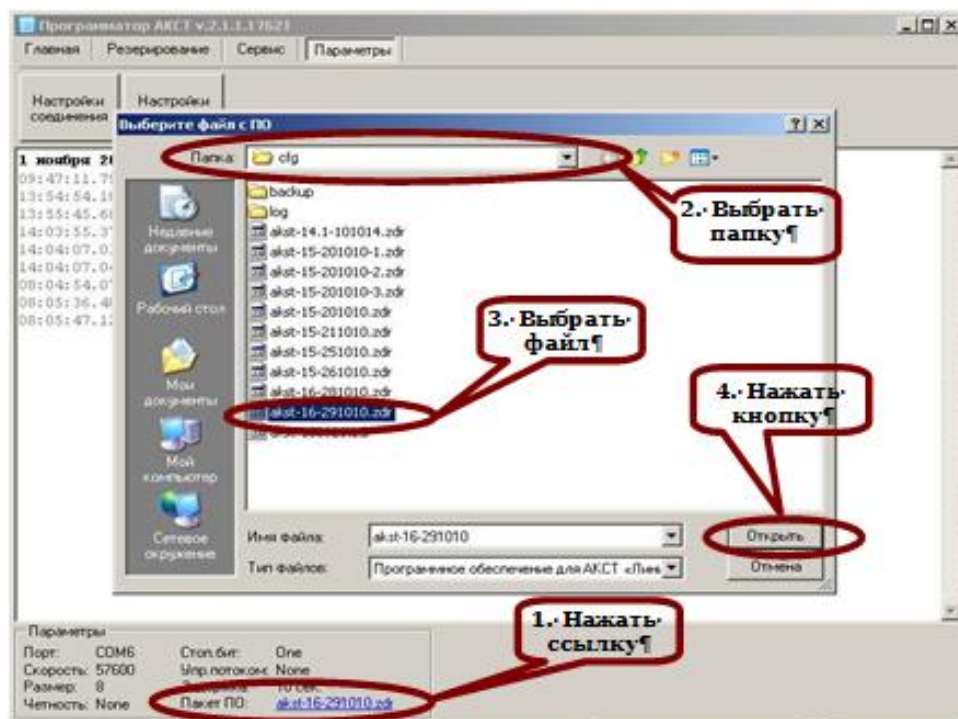

Рисунок 2
5.2.2 В Программаторе выбрать пакет ПО (zdr-файл) из заранее определённой сборки, если он ещё не выбран. Выбор пакета ПО осуществляется следующим образом (смотри рисунок 2):